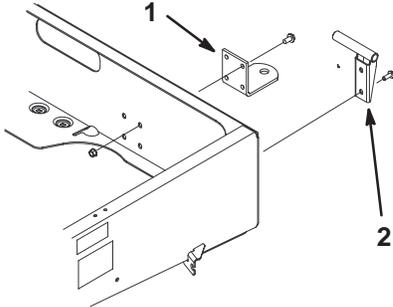

Figura 7
2. Monte el soporte del pivote de la izquierda en la esquina izquierda trasera del bastidor con dos tornillos (3/8 x 1 pulg.). Coloque el pivote tal y como muestra la Figura 7.